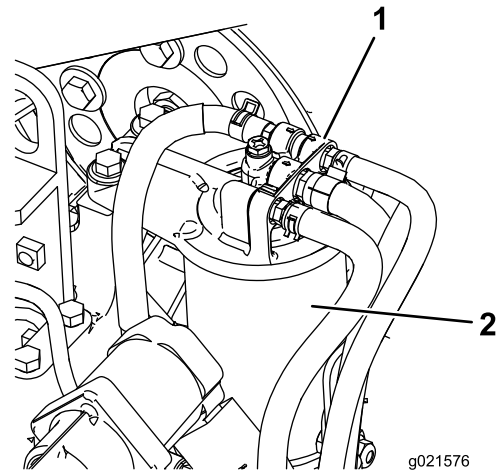

Bild 57
1. Reinigen Sie den Bereich um den Kraftstofffilterkopf (**Bild 57**).
2. Entfernen Sie den Filter und reinigen Sie die Befestigungsoberfläche des Filterkopfes (**Bild 57**).